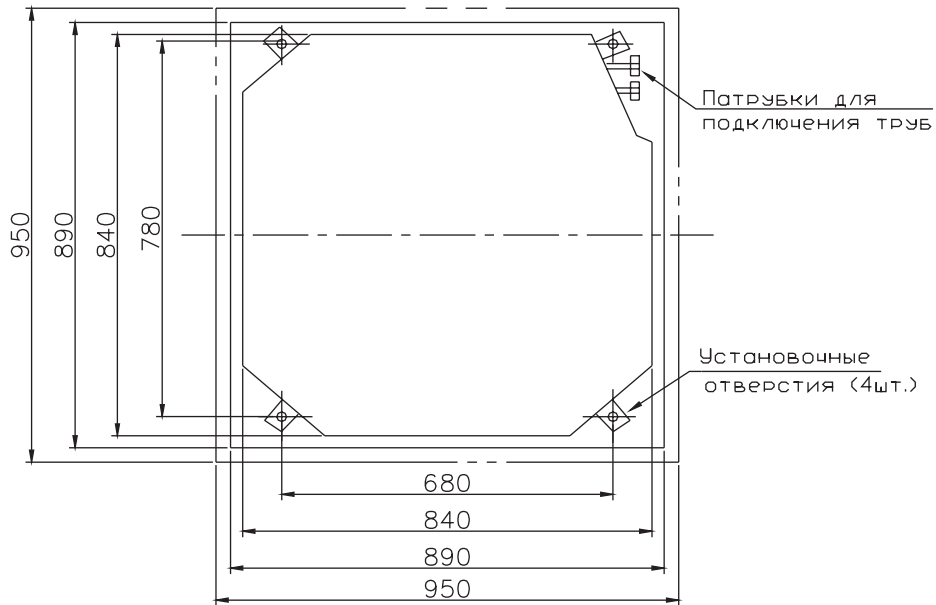

Рис. 9.5
9.2.3 Габаритные и установочные размеры внутренних блоков кассетного типа (рис. 9.5).